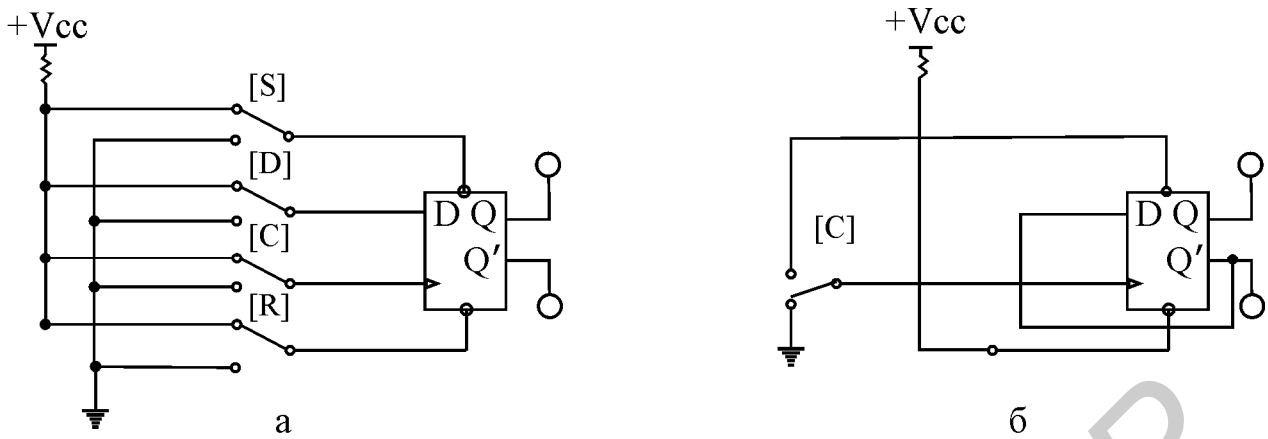

Рис. 3.16. D - триггер (а), счетный триггер (б)
4.1. Соберите схему, как показано на рис.3.16, а.
4.5. Из D-триггера можно сделать счетный триггер, который переключается по каждому фронту на С-входе. Для этого инверсный выход триггера Q' соедините с D-входом (рис.3.16, б). Подавая на С-вход импульсы, убедитесь, что триггер работает в счетном режиме.